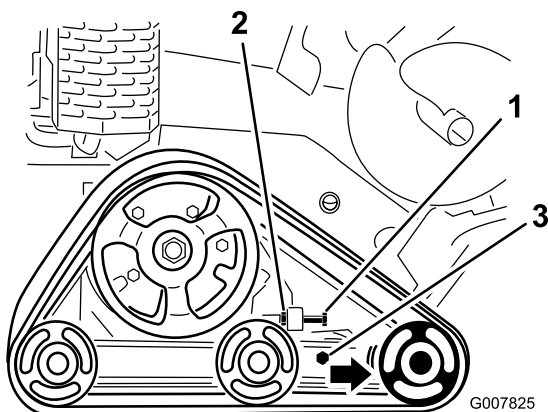

Figura 48
3. Afloje la contratuerca del perno tensor de la oruga, y los pernos de fijación del brazo tensor (Figura 48).
4. Apriete el perno tensor a 32,5–40,7 N-m para tensar la oruga (Figura 48).
4. Afloje el perno tensor y la contratuerca (Figura 48).
5. Afloje los pernos de fijación (Figura 48).